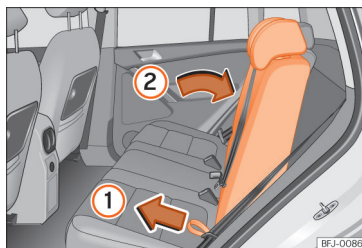

Abb. 92 Rücksitzlehne einstellen.
- Mit einer Hand auf die rechte oder linke Sitzlehne drücken und gleichzeitig mit der anderen Hand die entsprechende Schlaufe ziehen >>> (Abb. 92) ①.
- Bringen Sie die Sitzlehne durch Überwindung des Widerstands in die gewünschte Position ②.